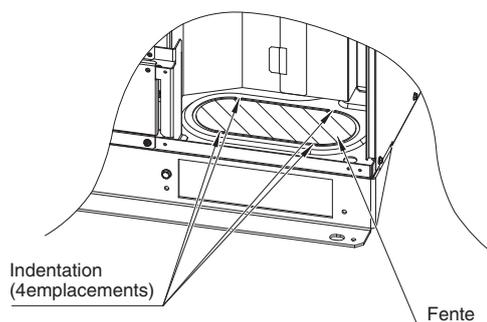

Fig. 4-7
- (2) Si vous acheminez les tubes depuis la partie inférieure, retirez l'orifice de la fente. () (Fig. 4-7)